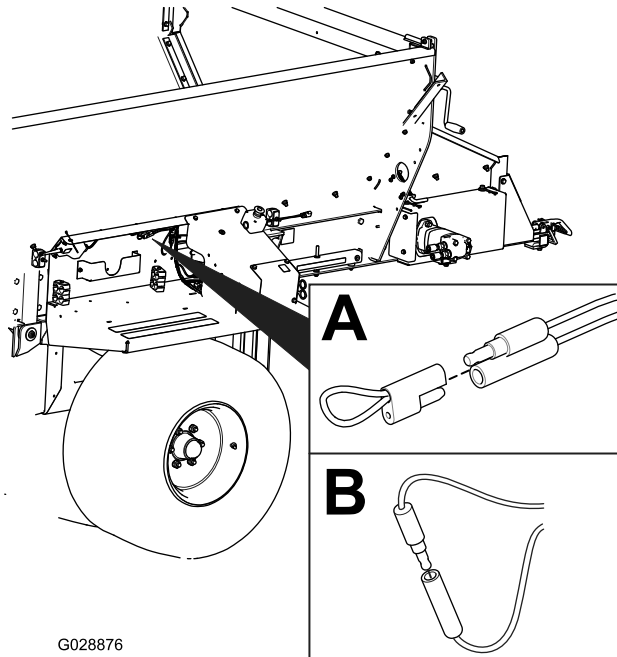

Figure 32
2. Enlevez le bouchon captif sur les 2 prises shunt de diagnostic (Figure 32, A).
3. Branchez ensemble les prises shunt de diagnostic (Figure 32, B).
2. Débranchez les prises shunt de diagnostic (Figure 32, B).
3. Poussez le bouchon captif sur les 2 prises shunt de diagnostic (Figure 32, A).